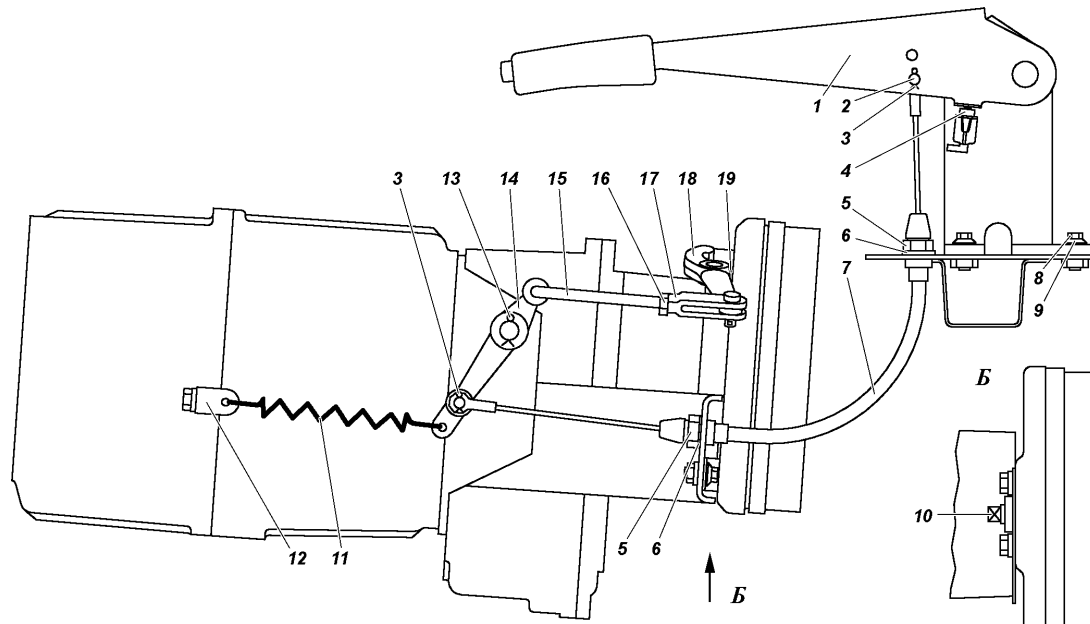

Рис. 9.41. Привод стояночного тормоза:
2. Переместите рычаг стояночного тормоза 1 (рис. 9.41) в крайнее нижнее положение.